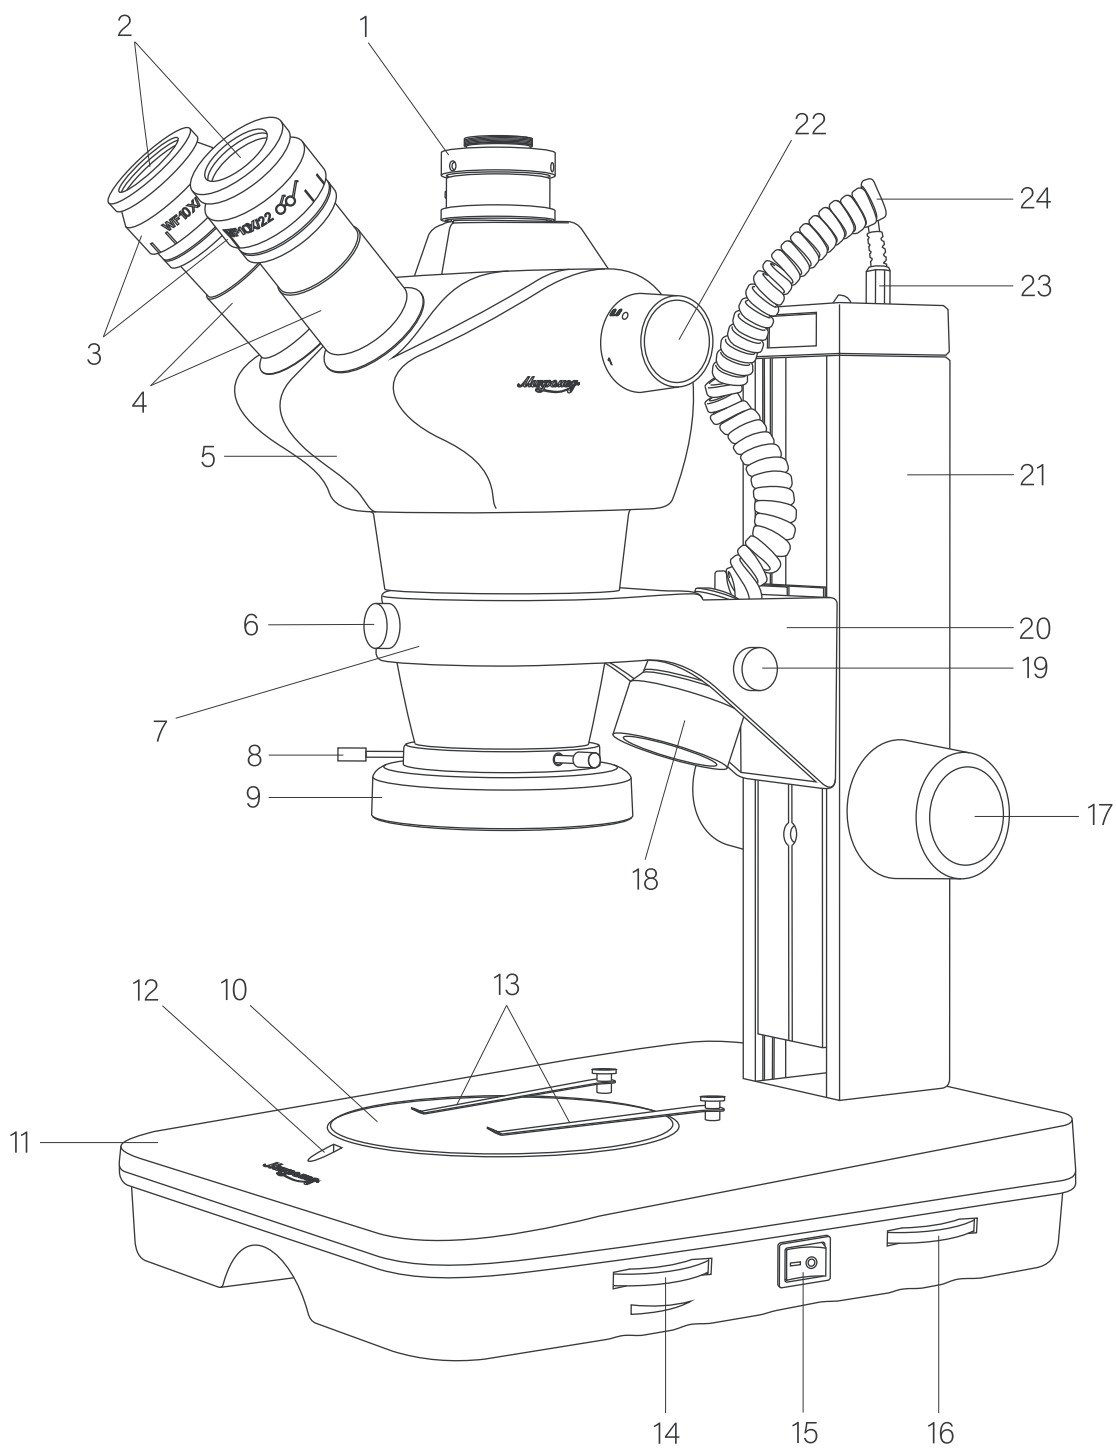
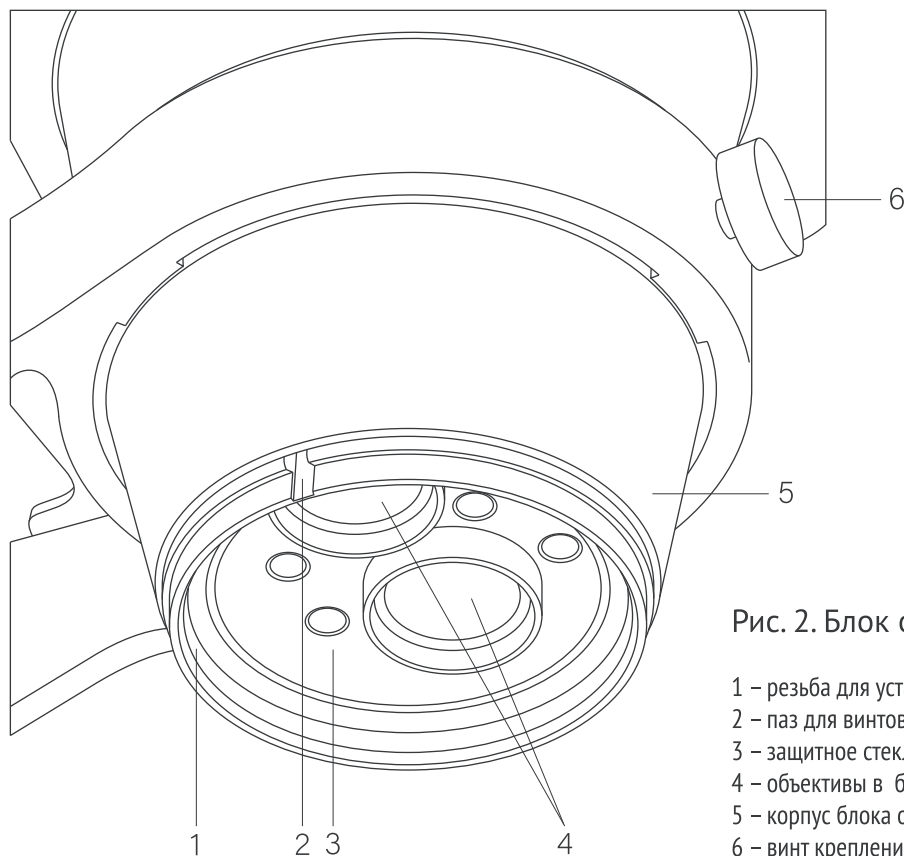
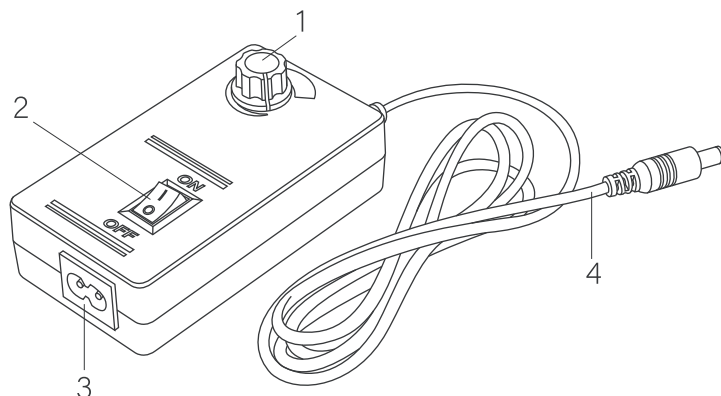

Рис. 1. Микроскоп стерео Микромед MC-5-ZOOM LED. Вид справа. Блок питания не показан.
Рис. 2. Блок объективов.
Рис. 5. Блок питания.
Полная комплектация микроскопа с перечнем дополнительных принадлежностей указана в Разделе 7 данного Руководства. Общий вид микроскопа представлен на рис. 1.
Рабочее расстояние микроскопа в базовой комплектации составляет 115 мм и при всех увеличениях остается неизменным. Нужное увеличение устанавливается вращением рукояток 22 (рис. 1). На правой рукоятке нанесена шкала увеличений объектива – 0.8x, 1x, 2x, 3x, 4x и 5x. Рукоятки оснащены механизмом клик-стоп, что упрощает установку нужного увеличения в условиях затемненной лаборатории.
- Установите кольцевой осветитель. Для этого снимите защитную крышку с блока объективов. Совместив прорези 2 (рис. 2) с винтами осветителя 8 (рис. 1), вдвиньте осветитель на блок объективов и зафиксируйте винтами. При установке осветителя ориентируйте разъем кабеля питания таким образом, чтобы кабель не мешал при дальнейшей работе на микроскопе. Присоедините кабель питания 4 к разъему на корпусе осветителя. Присоедините комплектный сетевой кабель к разъему блока питания 3 (рис. 5) и к электрической сети переменного тока 100-240 В, с частотой 50-60 Гц.
- При необходимости использования окулярной камеры установите адаптер канала визуализации 1 (рис. 1). Для этого отвинтите защитную заглушку фланца и в направлении по часовой стрелке привинтите адаптер.
-Включите кольцевой осветитель отраженного света с помощью клавиши 2 (рис. 5) на блоке питания. В положении «-» осветитель микроскопа включен, в положении «0» - выключен. Отрегулируйте яркость света вращением рукоятки 1 (рис. 1), так чтобы яркость света составляла приблизительно  $2/3$  от максимальной.